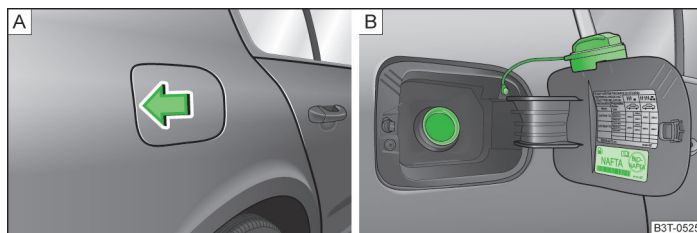

Fig. 160 Abrir la tapa del depósito / tapa del depósito con el tapón enroscado
En el lado interior de la tapa del depósito de combustible se indican los tipos de combustible prescritos para su vehículo » fig. 160 de la página 216 - [B].
- Presionar la tapa del depósito en el sentido de la flecha » fig. 160 - [A].
- Desenroscar hacia la izquierda el tapón de cierre del depósito y colocarlo desde arriba en la tapa del depósito » fig. 160 - [B].